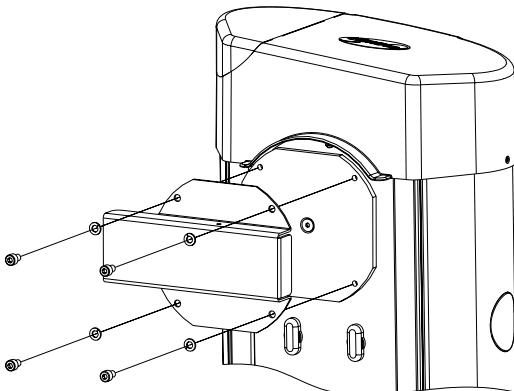

Abb. 5
- Den Bügel der Gleitbacke fixieren, ohne die Schrauben festzustellen (Abb. 5).